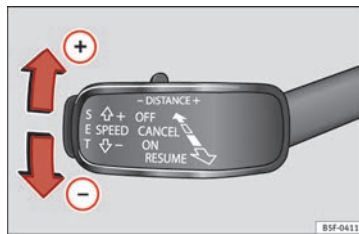

Fig. 153 A la izquierda de la columna de la dirección: tercera palanca para manejar el control adaptativo de velocidad.
- Para programar la velocidad actual pulse la tecla **SET** » **fig. 153.**
- Para aumentar o disminuir la velocidad paso a paso, pulse brevemente la palanca hacia arriba/abajo » **fig. 153.**